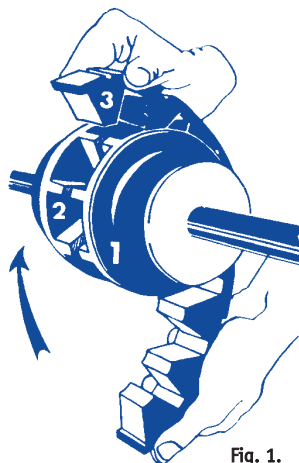

Fig. 1.
I denti dei mozzi devono essere posizionati in maniera allineata tra di loro evitando il contatto o la sovrapposizione, mantenendo la quota E. (osservare la configurazione), con lo scopo di assemblare l'elemento elastico (3) così che sia inserito nello spazio tra i denti dei mozzi allineati (vedi fig.1).